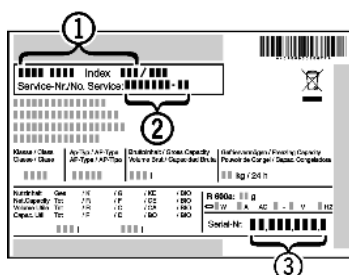

Fig. 31
- ▷ A készülék megnevezését Fig. 31 (1), a szerviz- Fig. 31 (2) és sorozatszámot Fig. 31 (3) a típustábláról olvassa le. A típustábla a készülék belsejében baloldalon található.